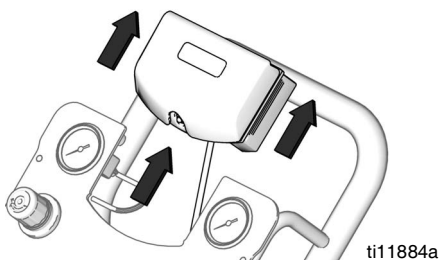

FIG. 11. Fjern DataTrak
3. Ta DataTrak-modulen ut av braketten. Se FIG. 11. Bring modulen med den påmonterte kabelen til et ufarlig område.